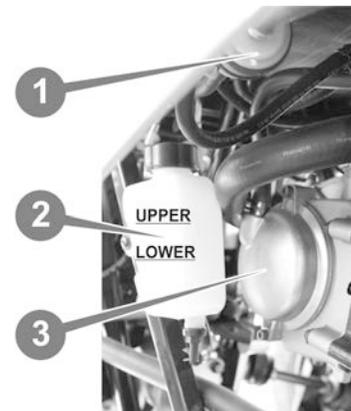

Рисунок 5.7.
Проверка уровня охлаждающей жидкости производится визуально по отметкам на корпусе расширительного бачка (2) (см. рис. 5.7.), расположенного слева на раме рядом с топливным фильтром (1) и головкой цилиндра (3) под обшивкой. При этом квадроцикл должен находиться в горизонтальном положении. Если уровень охлаждающей жидкости находится ниже отметки «LOWER», снимите крышку расширительного бачка и долейте охлаждающую жидкость до отметки «UPPER».